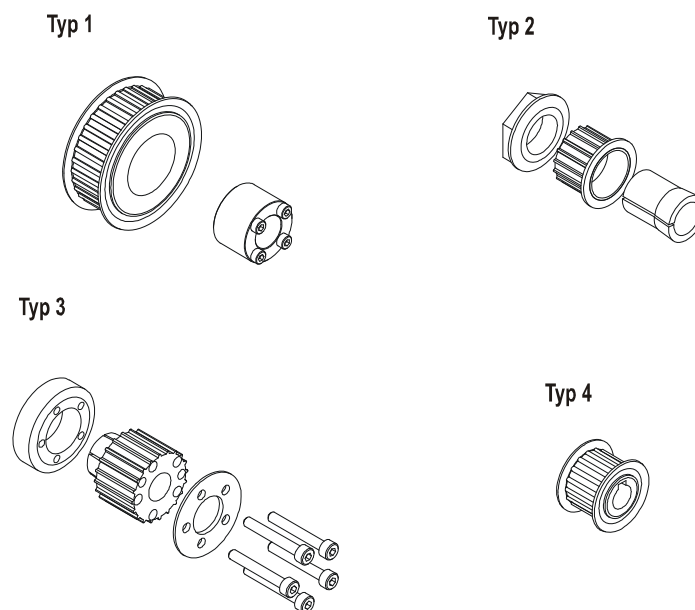

Abbildung 22: Ausführungen der Motorzahnscheibe
Die Ausführung der Motorzahnscheibe ist auftragsbezogen unterschiedlich (siehe *Abbildung 22*, unten):
- Motorzahnscheibe (siehe *Abbildung 22, Seite 24*) von der Motorwelle abziehen
- Motorzahnscheibe (siehe *Abbildung 22, Seite 24*) auf neuen Motor aufziehen
- Motorzahnscheibe (siehe *Abbildung 22, Seite 24*) von der Motorwelle abziehen und anschließend auf neuen Motor aufziehen